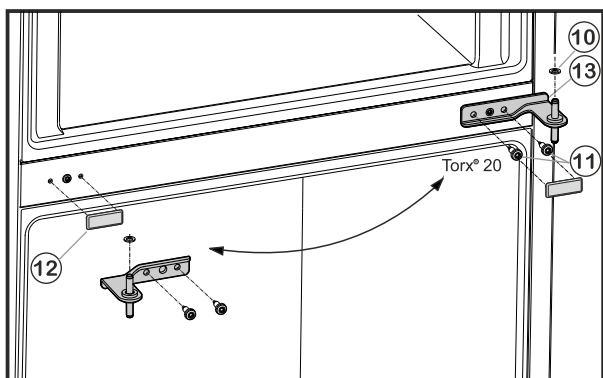

Fig. 6
- ▶ Keerake kinnituskruvid Fig. 6 (11) välja (2 tk Torx® 20) ja tõmmake keskmine laagritugi alumisest uksest välja.
- ▶ Võtke plastmass-seib Fig. 6 (10) maha.
- ▶ Tõmmake kate Fig. 6 (12) ettevaatlikult maha.
- ▶ Pange kate Fig. 6 (12) vastasküljel peale tagasi.
- ▶ Pange keskmine laagritugi Fig. 6 (13) 180° võrra pööratult alumise ukse sisse ja keerake kinnituskruvidega Fig. 6 (11) (2 tk Torx® 20) uuel šarniiriküljel tugevasti (4 Nm) külge.
- ▶ Pange plastmass-seib Fig. 6 (10) peale tagasi.
- ▶ Asetage ülemine uks keskmisele laagritoele Fig. 6 (13).